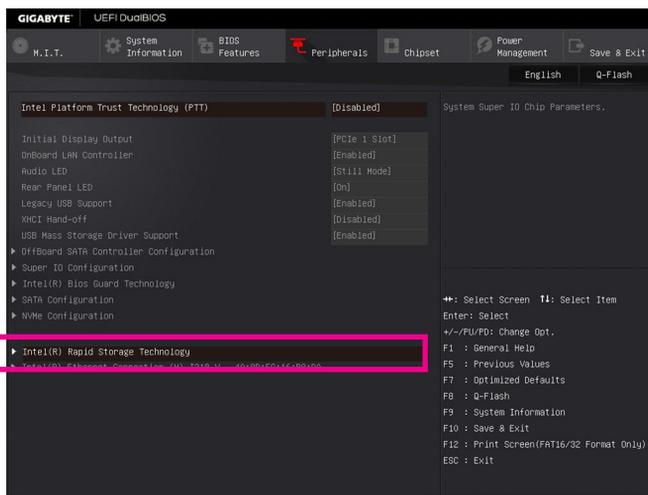

図 3
システムの再起動後、再度 BIOS セットアップに入ります。続いて **Peripherals** \ **Intel(R) Rapid Storage Technology** サブメニューに入ります(図3)。